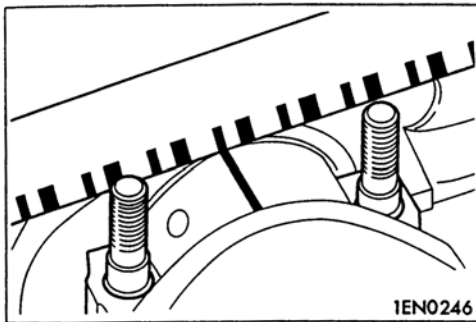

图 5-6
(1) 擦掉连杆轴和连杆轴承上的所有机油。
(2) 在连杆轴颈上放置塑料线规，它被切成与轴承宽度相同的长度。塑料线规必须位于连杆轴颈的中心，并与其轴线平行。
(3) 轻轻地把连杆盖放置在其位置上，并将螺栓按规定力矩拧紧。
(4) 拆下螺栓，慢慢地拆下连杆盖。
(5) 用印刷在塑料线规袋上的标尺，在最宽点测量塑料线规的被挤压部分(图 5-6)。